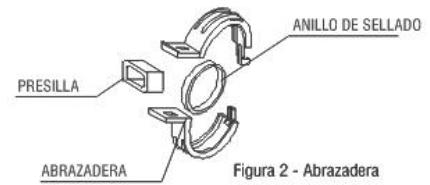

Figura 2 - Abrazadera
**Abrazadera  $\varnothing 40\text{mm}$ :** Fabricada en polipropileno, es utilizada para unir un colector solar al otro o unir un colector solar a una determinada conexión. Además de unir, la abrazadera tiene la función de vedar a través de un anillo de silicona, conforme puede ser visto en la figura 2 al lado.